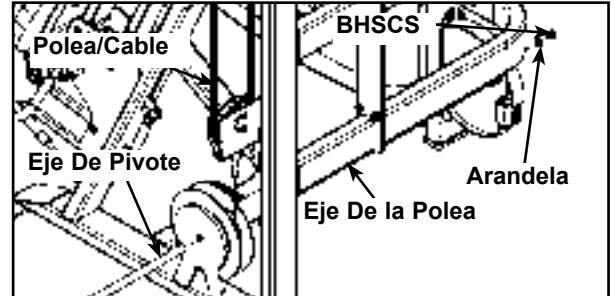

Figura 3
- H. Quitar uno de los dos BHSCS (botón Dirigir los tornillos de casquillo del zócalo) que aseguran el pivote eje. Ver Figura 3.
- I. Quitar cuidadosamente el eje de pivote y eje de la polea. Véase El Figura 3. **NOTA:** Ser extremadamente cuidadoso al quitar el eje así que le no arruinar rosca en el eje.
- M. Unir cuidadosamente el eje de la polea usando el pivote eje y BHSCS quitados en los pasos 4H y 4I. Véase El Figura 3.